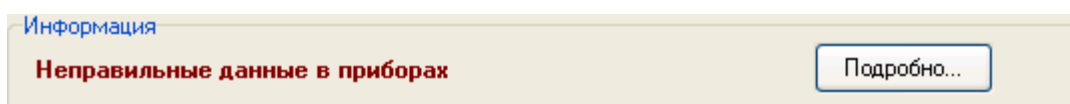

Рисунок 6-870 Сообщение о данных идентификатора, для которого информация в БД не соответствует хранимой в приборах конфигурации
- для тех идентификаторов, настройки которых не соответствуют хранимой в приборах конфигурации, отображается пометка «неправильные данные в приборах» (см. Рисунок 6-870), а в списке паролей данные записи отображаются коричневым цветом.